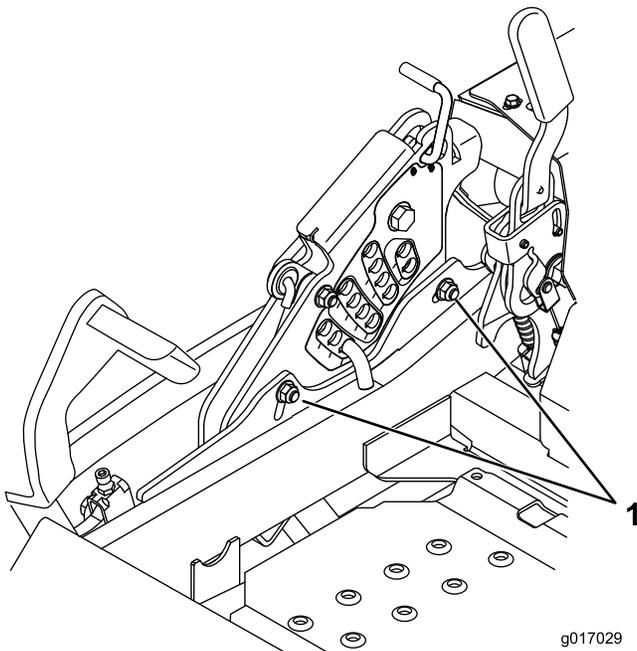

Figura 96
13. Para ajustar el sistema de ajuste de un solo punto, afloje los dos pernos situados cerca del borde inferior de la pletina de altura de corte. Consulte Figura 96.
15. Apriete los dos pernos situados cerca del borde inferior de la pletina de altura de corte (Figura 96). Apriete a 37–45Nm (27–33pies-libra).